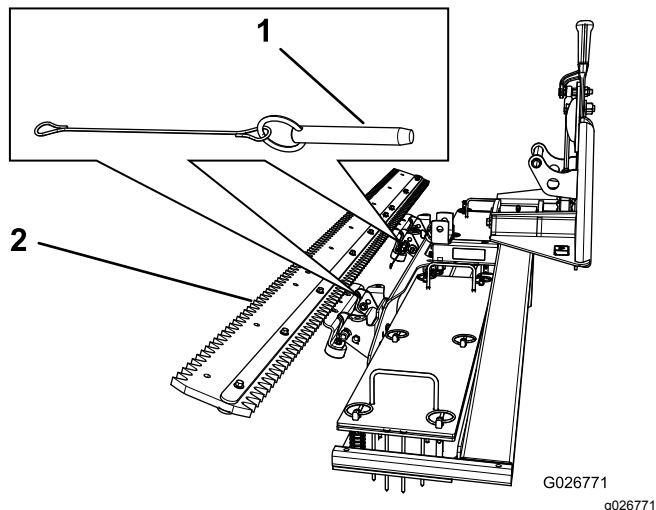

Figura 11
1. Retire os dois passadores de forquilha (Figura 11).
2. Incline o rastelo para cima e insira o passador de forquilha para o prender nessa posição (Figura 11).